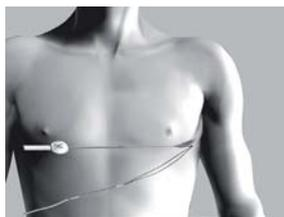

Figure 13 : Connexion de l'extrémité distale de l'électrode à l'outil Q-GUIDE
3. Avec du matériel de suture classique, reliez l'orifice d'ancrage de l'électrode à l'outil Q-GUIDE en créant une grande boucle de 15-16 cm (figure 13).